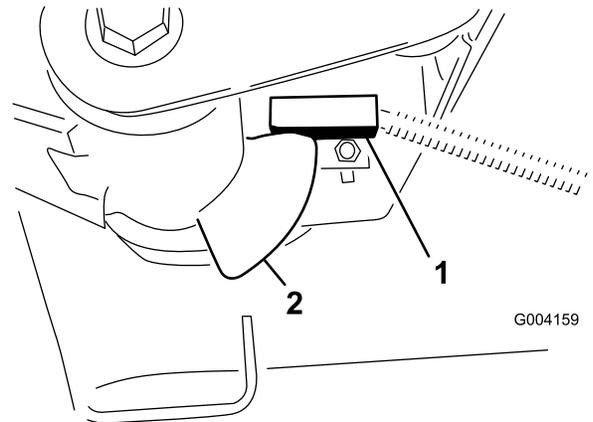

Figura 42
2. O interruptor do braço de elevação encontra-se por baixo do depósito hidráulico por trás do braço de elevação direito dianteiro (Figura 42).
3. Solte os parafusos de montagem do interruptor (Figura 42) e desloque o interruptor para baixo para aumentar a altura de viragem do braço de elevação ou desloque o interruptor para cima para diminuir a altura de viragem do braço de elevação. Aperte os parafusos de montagem.